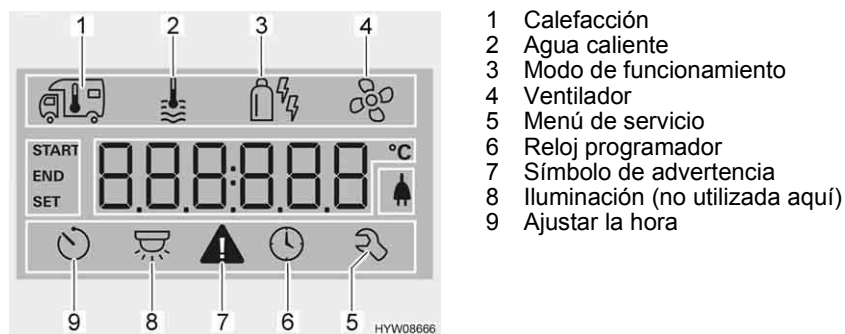

Fig. 212 Display
- Girar el pulsador giratorio (Fig. 191,6) hasta que parpadee el símbolo de menú Agua caliente (Fig. 212,2).